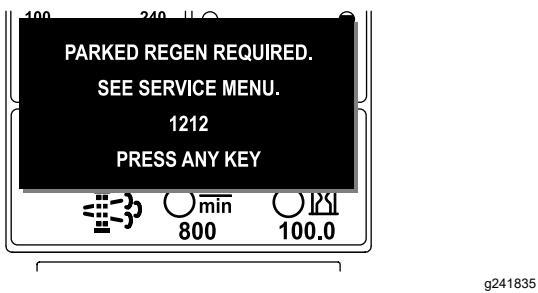

Figure 49
- Régénération en stationnement requise Avis N° 1212 (Figure 49)